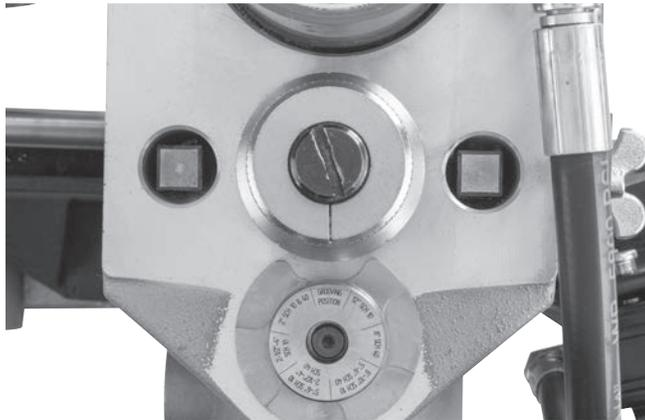

Figure 14B – Jauge en position de rainurage
tion de rainurage (Figure 14B). Si la jauge n'est pas en position de rainurage, elle empêchera le rainurage et risque d'être endommagée.
2. Assurez-vous que la jauge de profondeur de rainure se trouve en position de rainurage (*Figure 14B*).